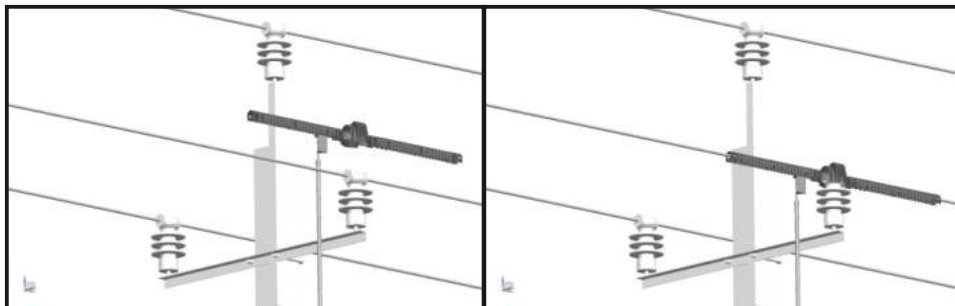

Рис. 33.
9.3.4. С помощью захвата, устройство доставляется к траверсе опоры ВЛ и устанавливается на изолятор и примыкающие к нему участки токонесущего провода. Плавным нажатием вниз производится фиксация устройства сначала на одну клипсу (Рис. 33).